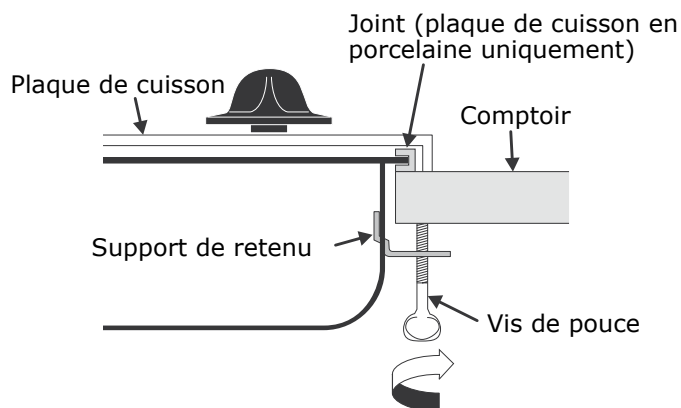

Figure 6c
6. Une fois la table de cuisson installée, fixez l'unité, insérez le support d'angle dans la fente de chaque côté de l'unité comme illustré (Fig. 6c). Faites passer la vis à oreilles à travers le support, contre le bas du comptoir. Serrez jusqu'à ce que l'unité tire vers le bas et soit sécurisée.